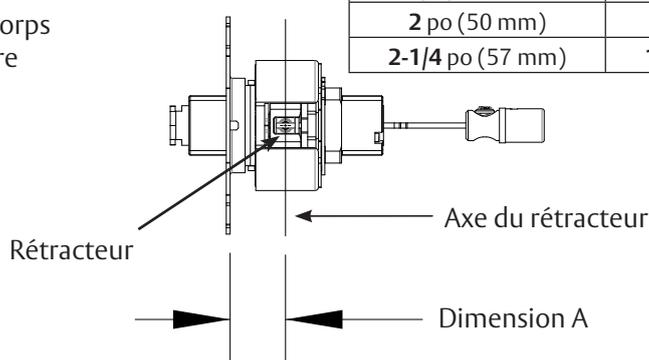

Figure 6
2. Faites tourner la doublure de rosace extérieure pour ajuster la serrure à l'épaisseur de la porte, de sorte que la distance (dimension A) entre la surface intérieure de la doublure et l'axe du rétracteur corresponde à la moitié de l'épaisseur de la porte. (Voir le tableau et la figure 6.)